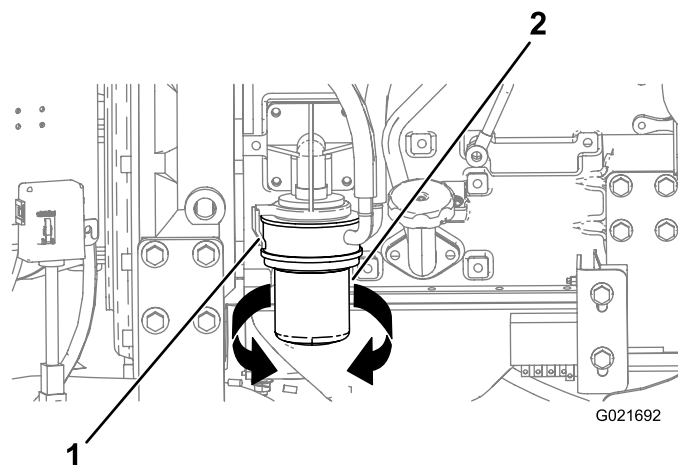

Рисунок 124
3. Установите поддон для слива или несколько отрезков ткани под масляный фильтр и переходник масляного фильтра (Рисунок 124).
4. Поверните масляный фильтр против часовой стрелки и снимите его (Рисунок 124).
8. Совместите масляный фильтр с переходником и поверните его по часовой стрелке, пока уплотнение масляного фильтра не войдет в контакт к переходником (Рисунок 124).
9. От руки затяните масляный фильтр еще на 1/2 оборота (Рисунок 124).